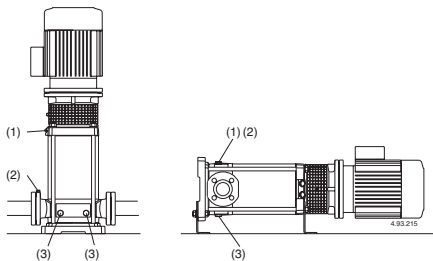

Abb. 4d (1) Auffüllung und Entlüftung:
(2) Entlüftung Saugleitung
(3) Entleerung
Wenn der **Wasserspiegel auf der Saugseite oberhalb der Pumpe** ist (Zulaufbetrieb, **Abb. 3B**) Absperrschieber in der Zulaufleitung langsam und vollständig öffnen um die Pumpe zu füllen. Dabei Schieber in der Druckleitung und die Entlüftungsöffnungen (1) (2) (**Abb. 4d**) öffnen, damit die Luft entweichen kann.
Entlüftungsöffnungen (1) (2) schließen (**Abb. 4d**). Bei MXV-B, MXV(L) 25-32-40-50 und MXV(L)4 25-32-40-50, die Nadelverschraube (14.17) in der Entleerungs-Verschlußschraube (14.12) (**Abb. 4b**) anziehen und die Entlüftungsbohrung (14.04) schließen. Die Pumpe mit geschlossenem Druckleitungs-Absperrschieber und mit vollständig geöffnetem Zulauf- bzw. Saugleitungs-Absperrschieber starten. Sofort danach langsam den Druckleitungs-Schieber öffnen und den Betriebspunkt innerhalb der auf dem Typenschild angegebenen Grenzwerte einstellen.